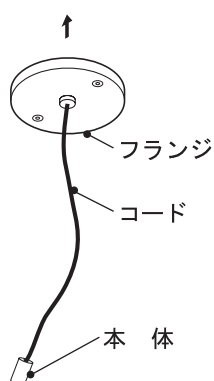

図 3
- ・コードが望みの長さになるよう、プロテクションリング（コード保護のための黒いプラスチック）の位置を調整してください。（図 3 参照）
(図 3 参照)
その際も、プロテクションリングのスリットがネジ穴と 90 度になっていることを確認してください。(3 ページの図 3 参照)